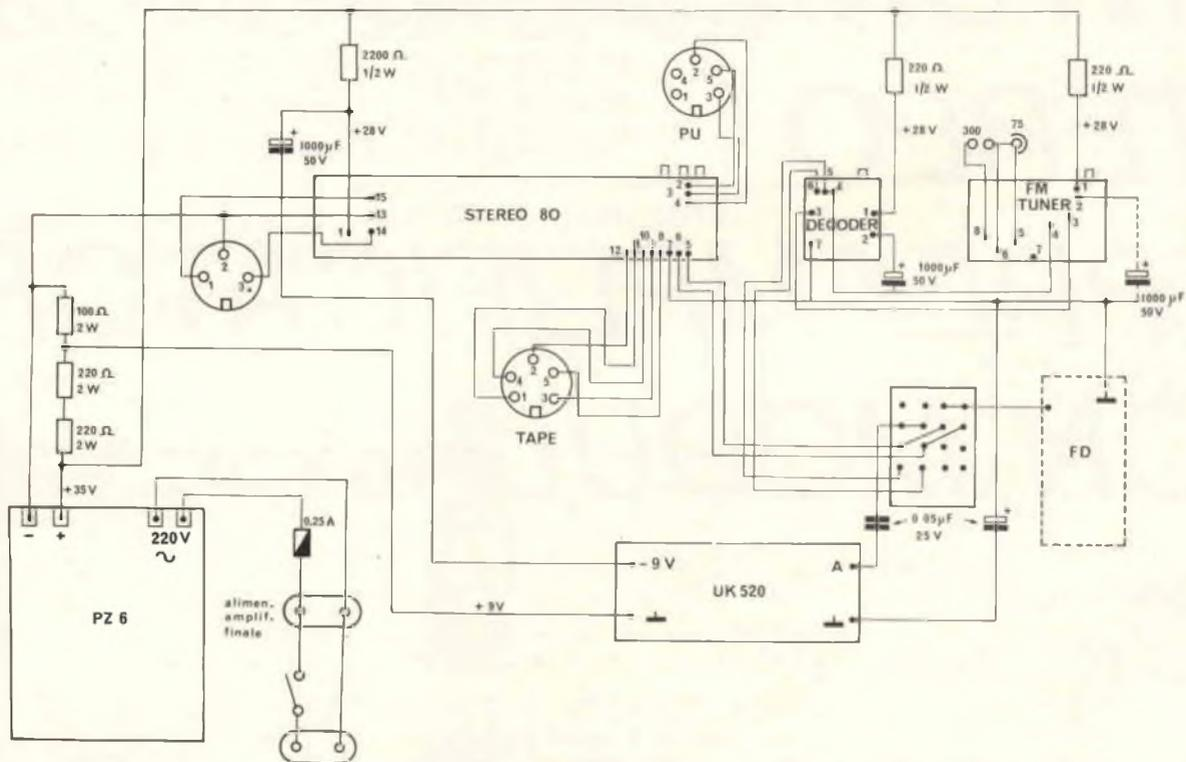

Fig. 1 - Schema elettrico.
Fatte queste necessarie premesse, vediamo prima lo schema elettrico (fig. 1) molto semplice perché, ad eccezione del-
- 2 - Il commutatore a slitta; quello da me usato è a tre posizioni due vie perché ho inserito anche il sintonizzatore FD; è ovvio che, se questo manca, si deve usare un commutatore a due posizioni due vie. Va fissato *all'interno*, con due viti a legno che non sporgano all'esterno. Nella fig. 1 le con-